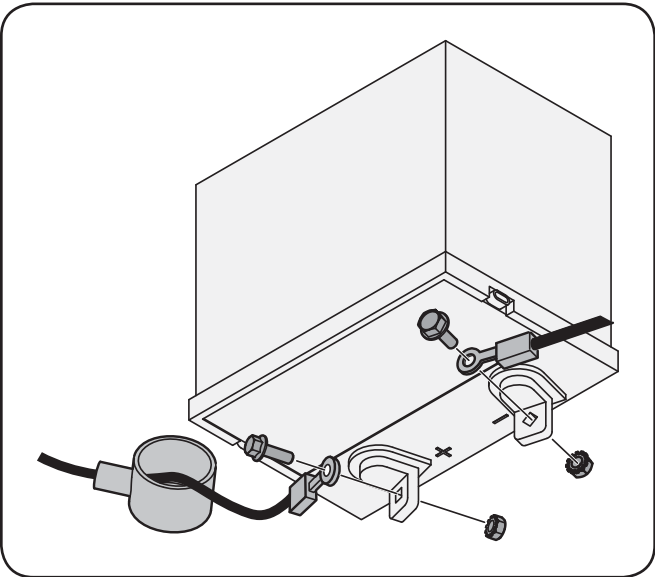

Figure 3-10
1. Enlevez le couvercle en plastique, le cas échéant, de la borne positive de la batterie et attachez le câble rouge à la borne positive (+) avec le boulon et l'écrou à six pans. Voir la Figure 3-10.
2. Enlevez le couvercle en plastique, le cas échéant, de la borne négative de la batterie et attachez le câble noir à la borne négative (-) avec le boulon et l'écrou à six pans. Voir la Figure 3-10.